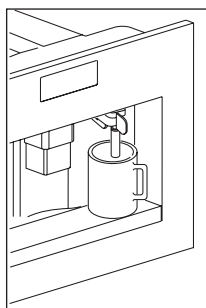

Fig. 12
- ▶ Coloque uma chávena sob o bico de água quente. (Fig. 12). Se o bico de água quente não estiver introduzido, o aparelho exibe INSERT WATER SPOUT (INTRODUZIR O BICO DE ÁGUA)